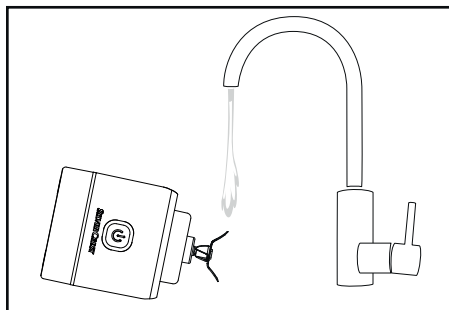

Fig. 2
■ Essuyez le bloc-moteur ❸ à l'aide d'un chiffon humide.
■ Pour éliminer les salissures légères, remplissez le gobelet ❹ d'eau tiède avec une goutte de liquide vaisselle jusqu'au repère MAX. Faites fonctionner l'appareil pendant environ 30 secondes comme décrit au chapitre **Utilisation**. Dévissez ensuite le bloc moteur ❸ et videz l'eau de rinçage du gobelet ❹.
■ Rincez uniquement la lame en croix ❺ avec précaution, si nécessaire avec une brosse à vaisselle, sous l'eau courante. Veillez alors à ce que l'eau ne coule pas sur le bloc moteur ❸ et ne plongez pas l'appareil dans l'eau ! Inclinez l'appareil de manière à ce que seule la lame en croix ❺ s'engage dans le jet d'eau (voir fig. 2). Les salissures se détachent plus facilement si le nettoyage est effectué directement après l'utilisation.